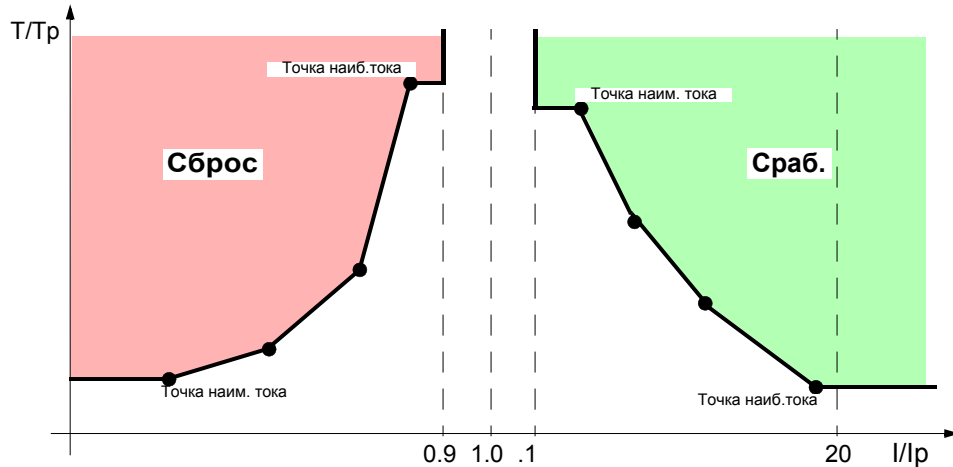

Рисунок 2-59 Определяемая пользователем характеристика - пример
- Токи, меньшие, чем токовое значение *самой низкой* точки характеристики, не приводят к увеличению времени отключения. Характеристика срабатывания (см. Рисунок 2-59, справа) идет параллельно оси токов, вплоть до *самой низкой точки* характеристики.
- Токи, большие, чем токовое значение *самой высокой* точки характеристики, не приводят к уменьшению времени отключения. Характеристика срабатывания (см. Рисунок 2-59, справа) идет параллельно оси токов, и начинается в *наивысшей* точке характеристики.
- Токи, большие, чем токовое значение *самой высокой* точки характеристики, не приводят к увеличению времени возврата. Характеристика возврата (см. Рисунок 2-59, слева) идет параллельно оси токов, вплоть до *самой высокой точки* характеристики.
- Токи, меньшие, чем токовое значение *самой низкой* точки характеристики, не приводят к уменьшению времени возврата. Характеристика возврата (см. Рисунок 2-59, слева) идет параллельно оси токов, и начинается в *самой низкой* точке характеристики.